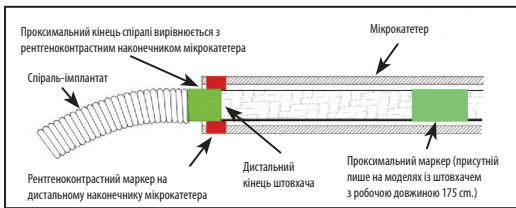

Рисунок 4. Положення маркерних смужок перед від'єднанням
- Просуньте спіраль в потрібне місце, доки рентгеноконтрастний маркер на штохачі не буде вирівняно або трохи дистальніше від рентгеноконтрастного маркера на дистальному наконечнику мікрокатетера, розташувавши зону від'єднання безпосередньо за межами наконечника мікрокатетера. Див. рисунок 4.